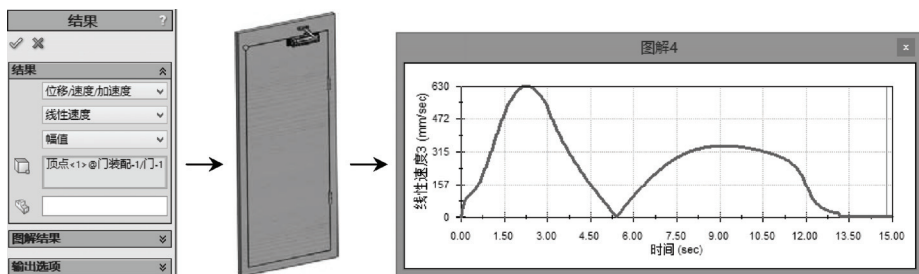

图 8-50 图解门的线性速度操作及图解结果
STEP 7 单击操控面板工具栏中的“结果和图解”按钮, 打开“结果”属性管理器, 在其下拉列表中依次选择“位移/速度/加速度”>“线性速度”>“幅值”类别, 并选择门的左上角点为检测点, 生成图解, 可以发现关门的速度较为平缓, 如图 8-50 所示。